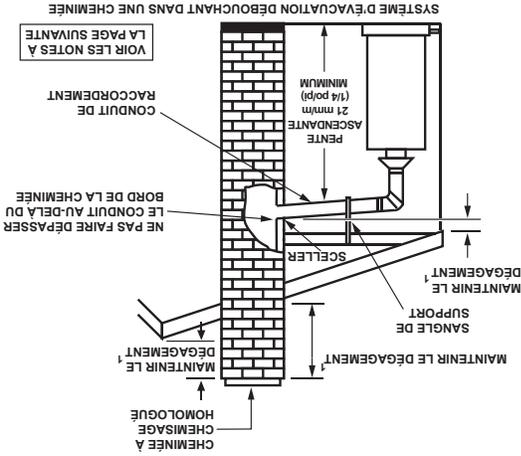

FIGURE 10
L'évacuation commune (combinée) est autorisée pour les systèmes d'évacuation verticaux de type B et les cheminées en maçonnerie chimisées dès lors qu'il y a un tirage suffisant pour le chauffe-eau sous toutes les conditions d'utilisation. **ATTENTION :** NE PAS raccorder ce chauffe-eau à une évacuation commune partagée avec un appareil à évacuation mécanique. Les Figures 10 à 12 montrent des exemples de systèmes de tuyauterie d'évacuation et peuvent ou non correspondre à l'installation particulière considérée. Consulter l'édition courante du Code d'installation du gaz naturel et du propane (CSA B149.1) et les prescriptions des codes locaux en vigueur.
IMPORTANT : Un tuyau d'évacuation à simple paroi ne peut pas être utilisé pour un chauffe-eau installé dans un grenier ni pour passer à travers un grenier, un vide sanitaire ou tout espace clos ou inaccessible. Ne pas faire passer un conduit de raccordement métallique à simple paroi à travers un mur intérieur. Lors de la pose d'un conduit de raccordement (voir Figures 10 à 12) :
- Le conduit de raccordement ne doit pas pénétrer au-delà du bord intérieur de la cheminée car cela peut restreindre l'espace entre le conduit et la paroi opposée de la cheminée (voir Figure 10).